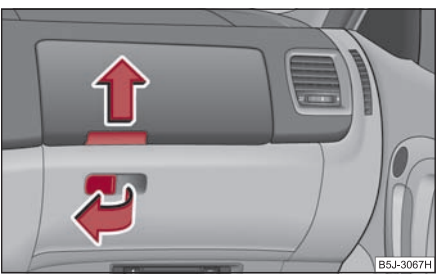

Fig. 103 Tableau de bord: Vide-poches sur le côté du passager AV
- Tirez la poignée du couvercle dans le sens de la flèche ⇒ fig. 103 et rabattez celui-ci.